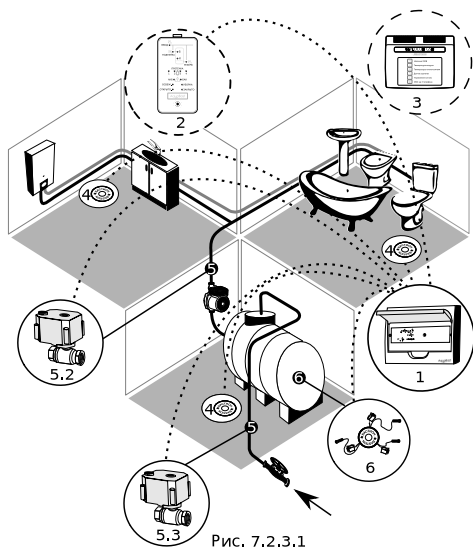

Рис. 7.2.3.1
Конфигурация: модуль управления (1), датчики протечки (4), краны (5.2, 5.3), датчик уровня (6) (опционно - пульт (2), GSM-информатор (3)). Краны (5) устанавливаются как показано на рис. 7.2.3.1, датчики протечки (4) устанавливаются на полу в местах возможного скопления воды при авариях и протечках (в санузлах, на кухне, под раковинами, унитазами и т. п.), датчик уровня (6) устанавливается внутри резервного бака.